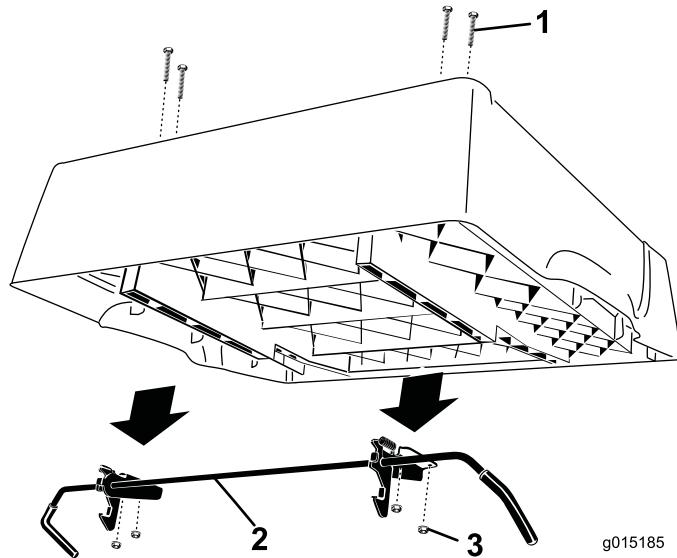

Figure 3
5. Retirez les 4 écrous à embase qui fixent les supports de tige de verrouillage à la surface inférieure du plateau (Figure 3). Déposez et mettez de côté la tige et les verrous. Laissez les boulons de carrosserie